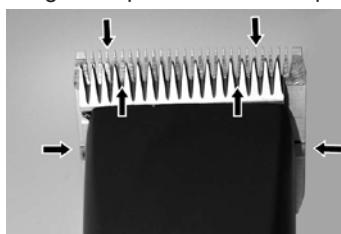

Fig. 22
Para conseguir un buen resultado de esquileo y para alargar la duración de la esquiladora, es imprescindible aplicar una fina capa de aceite sobre las cuchillas superior y inferior (Fig. 22).
- ▶ Lubrique los peines suficientemente durante el esquileo (como mínimo cada 15 minutos), para que no marchen en seco (Fig. 22).
Es necesario lubricar los peines antes, durante y después de cada uso. Si los peines dejan rayas o se desaceleran, es una señal segura que necesitan aceite. Aplique algunas gotas de aceite de frente y lateralmente de los peines (flechas Fig. 22). Quite el aceite sobrante por un pañuelo suave y seco. Aerosoles lubricantes no contienen suficientemente aceite para una buena lubricación, pero son convenientes para la refrigeración de los peines. Cambie de inmediato peines dañados o dentados a fin de evitar heridas.